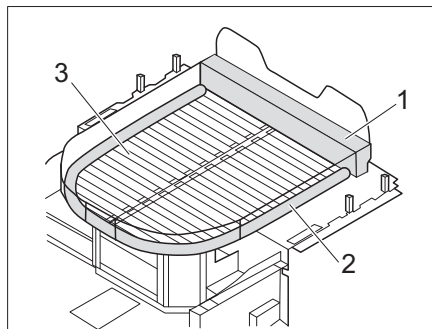

Fig. 176 Letto con prolunga del materasso (con materasso aggiuntivo e telaio portamaterasso)
- Collocare materassi aggiuntivi (Fig. 176,1 e 2) sulla testata e intorno al letto centrale.
- Estrarre il telaio portamaterasso (Fig. 176,3).